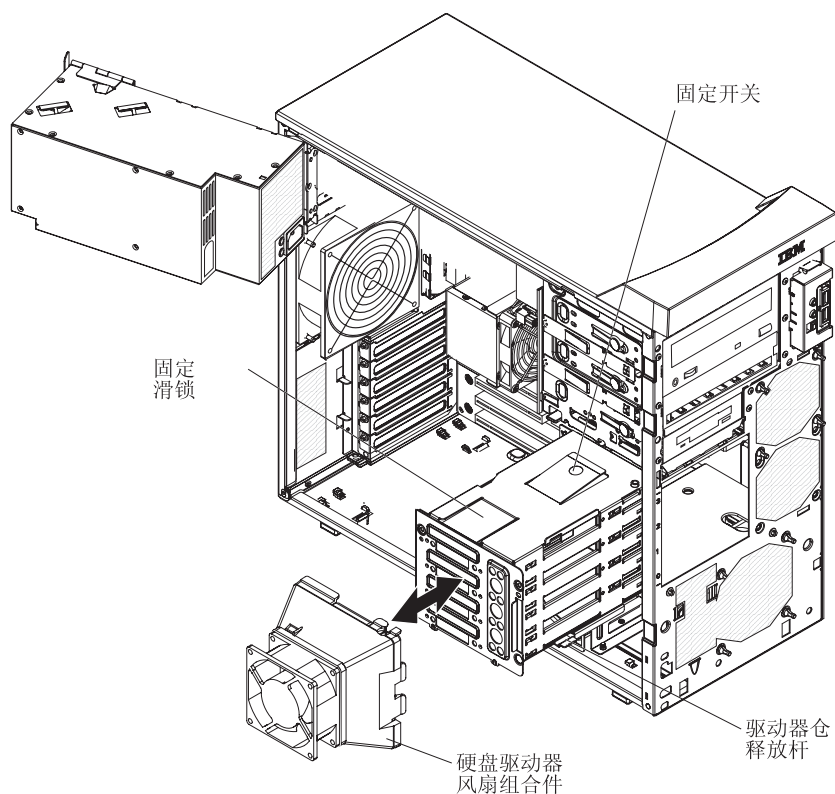

图 34. 安装硬盘驱动器风扇组合件
2. 将风扇组合件固定卡口插入驱动器仓中相应的插槽；然后将风扇组合件按入驱动器仓（请参阅图 34）。